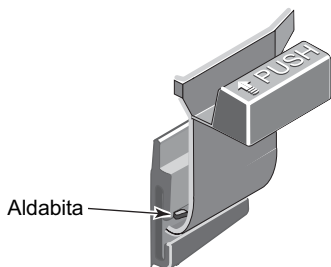

Figura 7 - Pestillo de Seguridad
PESTILLO DE SEGURIDAD (Ver Figura 7)
1. Oprima la aldadita ubicada en el interior del pestillo de seguridad y oprima o golpee el pestillo para sacarlo de la ranura "T" del tanque (ver Figura 7).